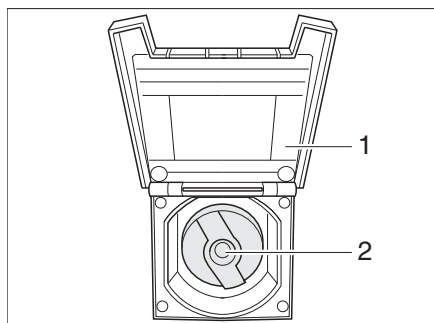

Fig. 144 Coperchio per bocchettone di riempimento dell'acqua potabile
- Aprire lo sportellino (Fig. 144,1) del bocchettone di riempimento dell'acqua potabile.
- Inserire la chiave nel cilindro della serratura (Fig. 144,2) e ruotare in senso antiorario di un quarto di giro.
- Chiudere lo sportellino (Fig. 144,1).
- Aprire il bocchettone di riempimento dell'acqua potabile (Fig. 144).